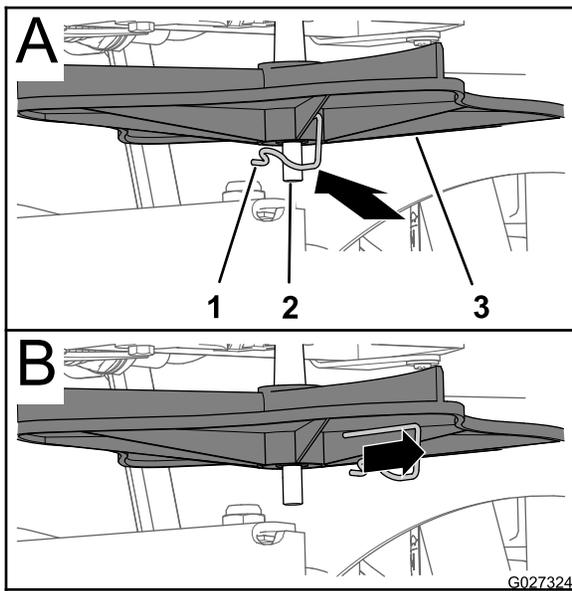
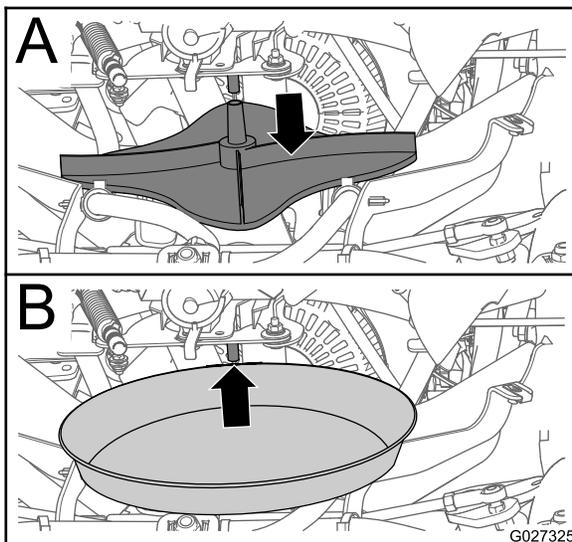

Figura 27
Figura 28
- Retire el pasador de arrastre que sujeta el impulsor al eje del motor del impulsor, y retire el impulsor del eje (Figura 27 y Figura 28).
5. Coloque un recipiente poco profundo debajo del eje del motor del impulsor (Figura 28).